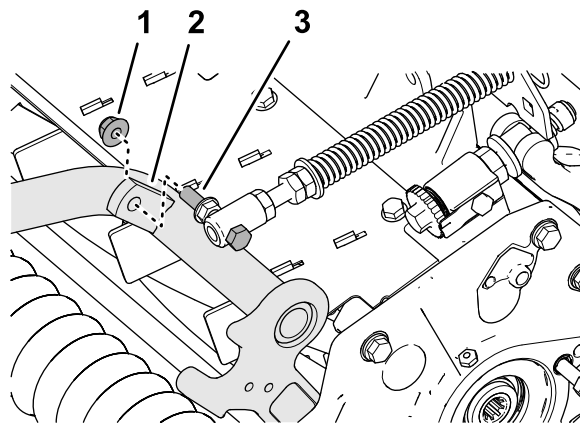

Figura 19
4. Montați dopul filetat al arcului de compensare pentru gazon pe umărul drept al cadrului de susinere (Figura 19) folosind o contrapiuliă cu guler ($\frac{3}{8}$ ").